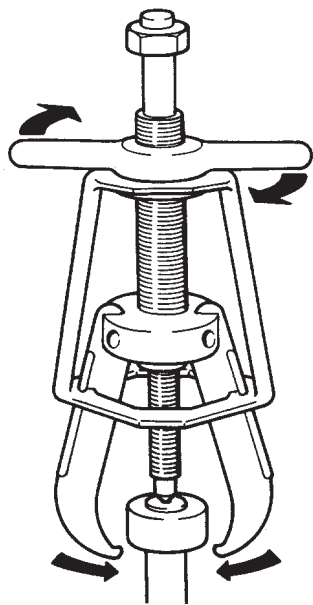

Рисунок 3
5. Надежно затяните лапы на детали, вращая Т-образную ручку по часовой стрелке. (См. рисунок 3.)
4. Установите съемник на снимаемую деталь. (См. рисунок 3.) Если на валу находится только внутренняя обойма подшипника, очистите вал наждачной шкуркой, а затем установите лапы в дорожку качения. Если лапы будут выходить из дорожки качения, сбросьте гидравлическое давление и от руки подтяните Т-образную ручку. Это может потребоваться при работе с новым съемником, чтобы лапы съемника правильно сели в ограничительной раме.